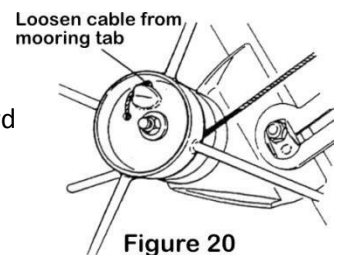

Figure 20
- Laat de spanning op de staalkabel los totdat deze volledig los zit in de meerlijn. lieren. Trek de kabel door het gat in de liertrommel (fig. 20).